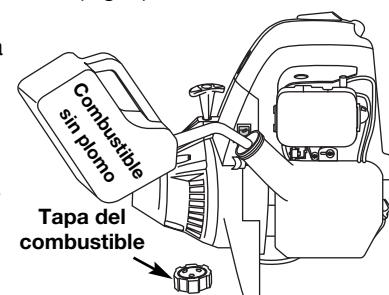

Fig. 7
Como recortadora corte de césped y hierbas delgadas, y recorte decorativo alrededor de árboles, cercos, etc. Utilice el condensador de ajustesoplador a limpiar alrededor de edificios, paredes y cercas (Figs. 7 y 8). También uso alrededor de árboles, arbustos, y camas de la flor (Fig. 9).
- Saque la tapa de la gasolina (Fig. 7).